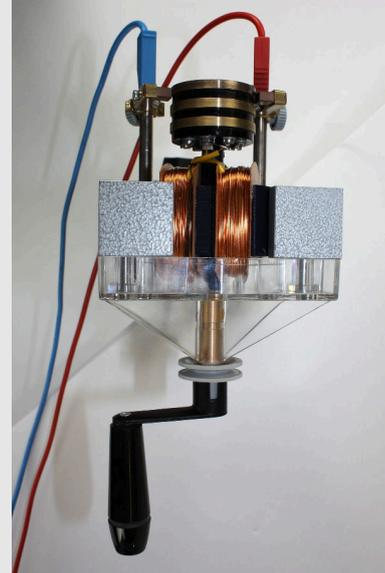
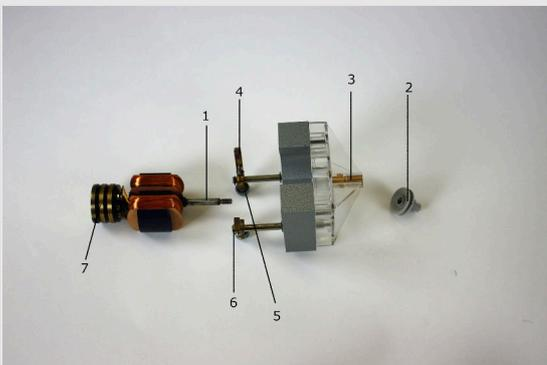

Abb. 1
Abb. 2
- Setze den Motoraufsatz nach Abb. 1 und Abb. 2 zusammen.
- Lege die Schleifbürsten [4] des Motoraufsatzes nach Abb. 2 an den unterbrochenen Schleifring [7] an und befestige sie mit den Rändelschrauben [5] so, dass die Federn dadurch gespannt werden und die Bürsten auf die Schleifringe drücken.
- Setze Den Motor wie in Versuchsteil 1 zusammen (Abb. 1 und 2).